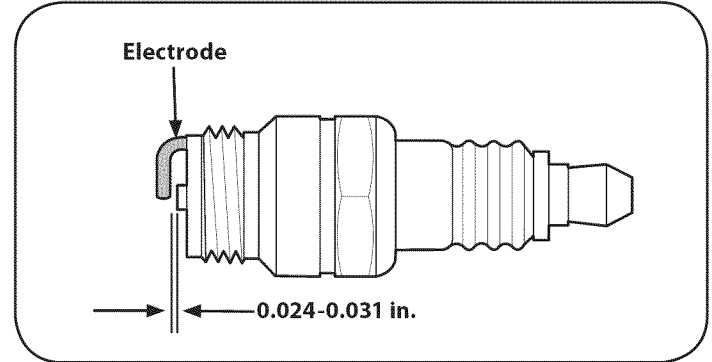

Figure 47
3. Mida la distancia entre electrodos con una galga. Corregir si es necesario, doblando el electrodo lateral. Vea la Figure 47. La brecha se debe establecer a 0.024-0.031.